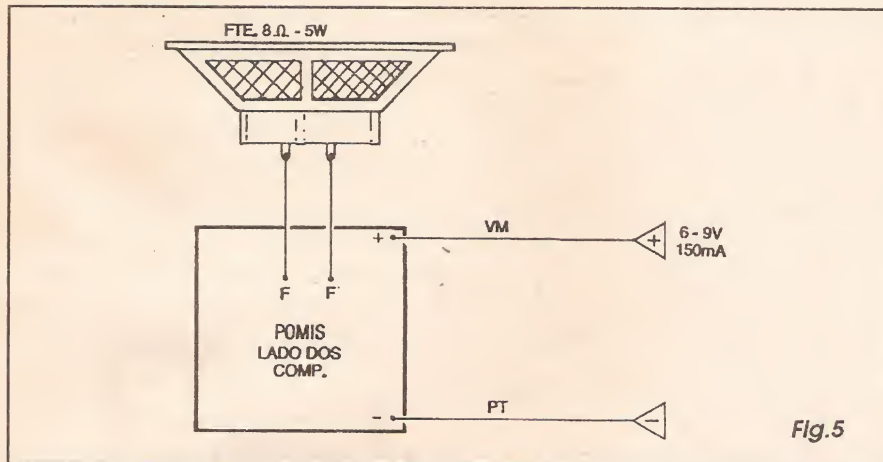

Fig.5
- FIG. 5 - CONEXÕES EXTERNAS À PLACA - No diagrama que detalha as conexões externas à placa, esta é sempre vista pelo seu lado não cobreado (o mesmo ocupado pelas peças que lhe ficam diretamente *em cima*...), porém com os componentes já soldados, *invisibilizados*, de modo a não atrapalhar a interpretação... As ligações da POMIS são poucas e simples, já que basta conectar os terminais do alto-falante (ou *tweeter*) aos pontos F-F, através de pedaços de cabinho isolado, além de ligar os fios a alimentação (estes, sim, com respeito à polaridade...) aos pontos “+” e “-”, de preferência usando o código universal de fio **vermelho** para o **positivo** e fio **preto** para o **negativo**... Notar que tanto usando na alimentação pilhas (num suporte), quanto bateria (ligada via *clip*) ou mesmo uma fonte comercial, muito provavelmente essa correspondência padronizada de cores/polaridades, será encontrada, ficando assim bem fácil a interpretação...